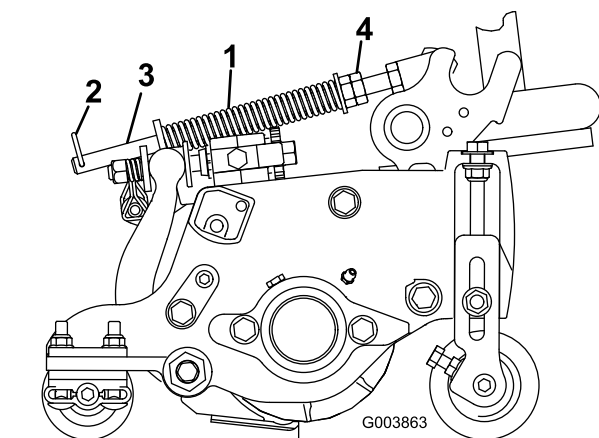

Figura 21
1. Verificate che la coppia sia montata nel foro posteriore dell'asta della molla (Figura 21).
2. Serrate i dadi esagonali sul lato anteriore dell'asta della molla, finché la lunghezza compressa della molla non è di 15,9 cm (Figura 21).